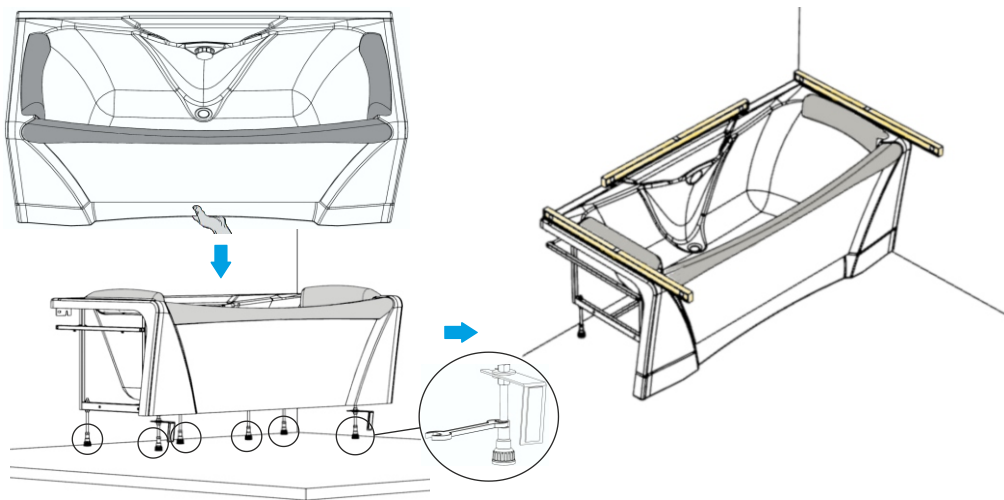

Рисунок 4
1. Поставив ванну на предназначенное ей место, отрегулировать опорные ножки так, чтобы борта ванны располагались строго горизонтально. Для регулировки необходимо отстегнуть фронтальную панель от ванны, потянув нижнюю кромку на себя. Положение бортов проверить с помощью строительного уровня (Рис.4).